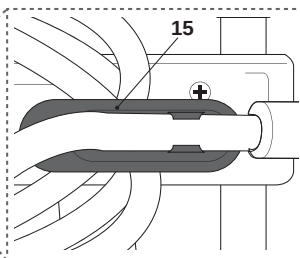

Fig.29
- > Attachez les extrémités de la rallonge dans les supports [15] (Fig.29).